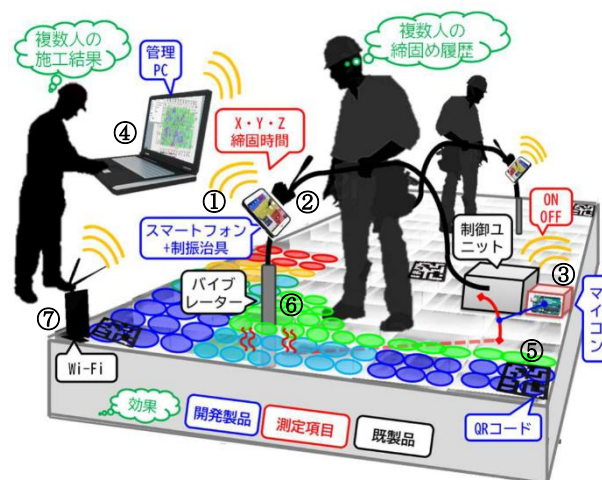

図 1 締固め AR 管理システム
締固め AR 管理システムは、①モーションセンサー内蔵のスマートフォン（以下、スマホ）、②バイブレーターにスマホを装着でき振動を制振する治具、③バイブレーターの駆動電流を測定するマイコンコンピュータ（以下、マイコン）、④スマホやマイコンの記録情報を統合管理するパソコン（以下、管理 PC）、⑤施工グリッドを構築する QR コード、⑥コンクリートを感知して駆動するバイブレーターおよび⑦ローカルネットワークを構築する Wi-Fi ルーターで構成される（図 1）。バイブレーターの自己位置はスマホにより計測され、スマホの座標が設定